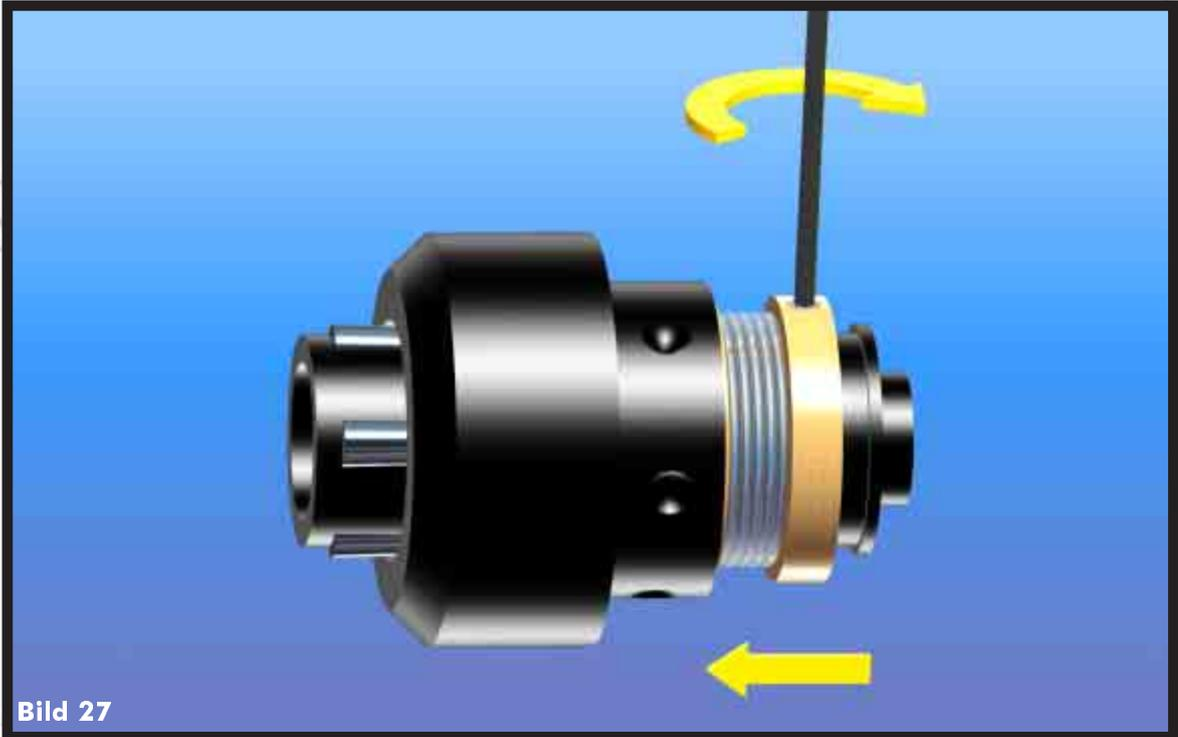

Bild 27
- > **Schieben Sie nun die Druckfeder mit dem Stellring soweit wie möglich zusammen, und sichern Sie den Stellring mit den Gewindestiften (Bild 27).**